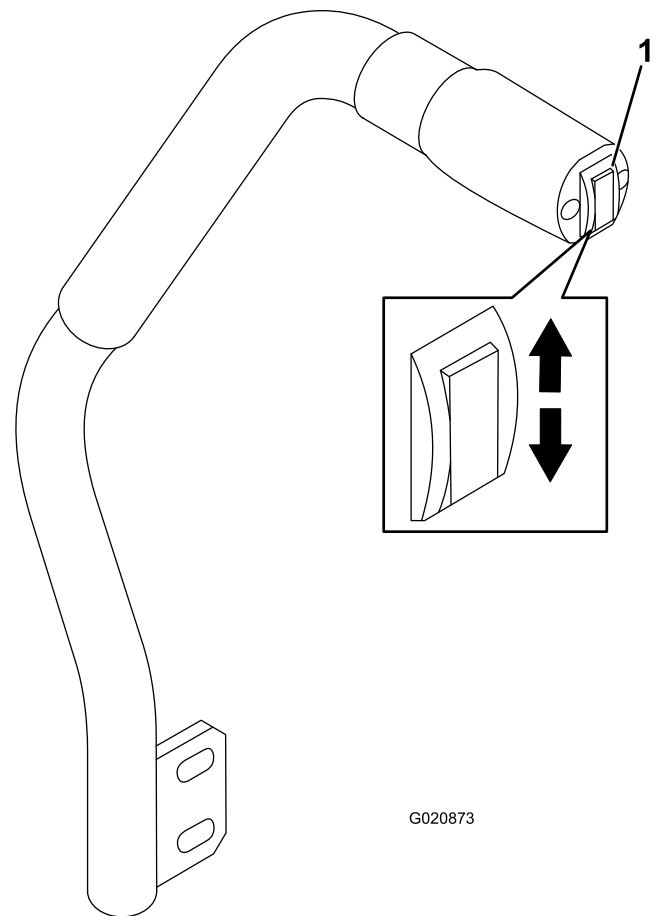

Bild 18
Mit dem Mähwerkhubschalter senken Sie das Mähwerk ab und heben es an (Bild 18). Der Motor muss bei der Verwendung des Hebels laufen.
- Drücken Sie den Mähwerkhubschalter nach unten, um das Mähwerk abzusenken (Bild 18).
- Drücken Sie den Mähwerkhubschalter nach oben, um das Mähwerk anzuheben (Bild 18).
1. Drücken Sie den Mähwerkhubschalter bei laufendem Motor nach oben, bis das Mähwerk ganz angehoben ist, und lassen Sie den **Schalter sofort los** (Bild 18).